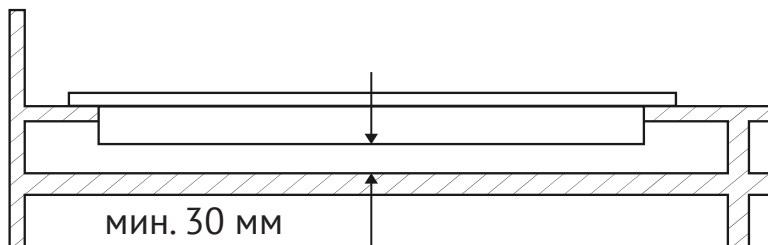

Рис. 3
6. В случае если установка духового шкафа не предусмотрена и есть свободный доступ к нижней части варочной поверхности, то в данном случае необходимо использовать деревянную панель, расстояние между прибором и панелью должно составлять минимум 30 мм (Рис. 3).
В случае если установка духового шкафа не предусмотрена и есть свободный доступ к нижней части варочной поверхности, то в таком случае необходимо использовать деревянную панель, расстояние между прибором и панелью должно составлять минимум 30 мм (Рис. 3).